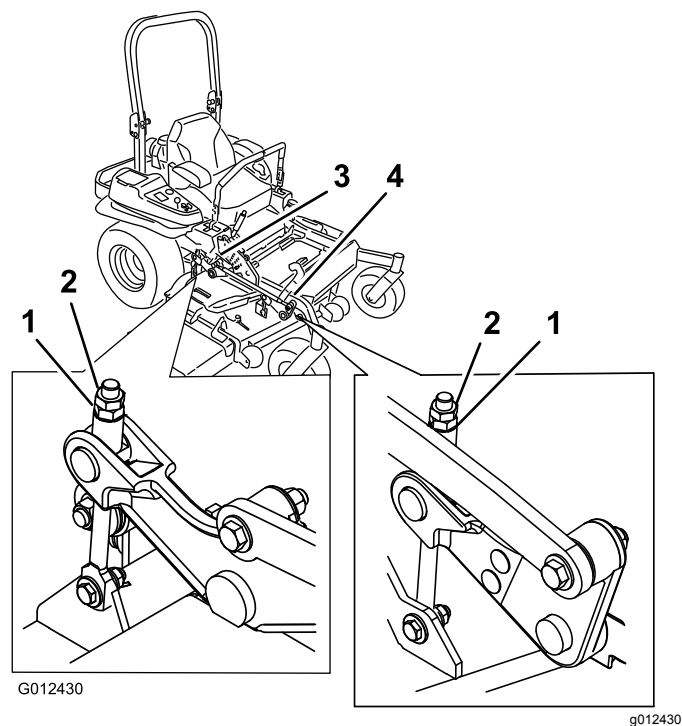

Figure 93
11. Ajustez précisément la vis de réglage en la tournant jusqu'à obtention d'une hauteur de 7,6 cm (3 po) (Figure 93).
17. Ajustez précisément la vis de réglage en la tournant jusqu'à obtention d'une hauteur de 8,3 mm (3¼ po) (Figure 93).